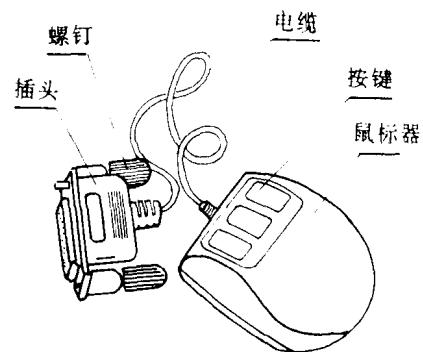

图 1-6 鼠标器
1. 鼠标器 鼠标器是鼠标硬件的主要部分，其上有 2 个按键（三字节）或 3 个按键（五字节），通过一条通讯电缆及一个 25 芯插头与主机相连（见图 1-6）。